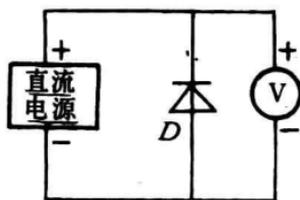

图 1-9
2. 击穿特性的检查。利用图 1-9 所示电路可测量二极管击穿电压。但应指出, 如若想得到二极管 D 的具体电压值 V_B , 直流电源电压 E 应大于 V_B 才行。而且保护电阻 R 也应足够大, 才能在二极管击穿